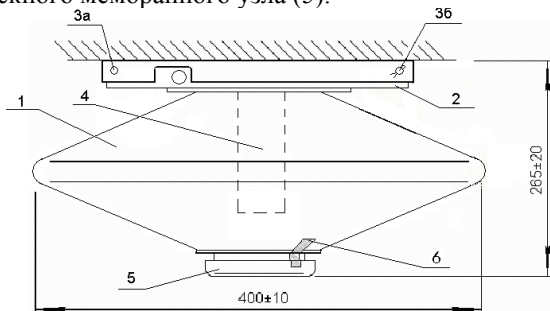

Рис. 1 – Конструкция МПП «Гарант-12»
4.1 Модуль МПП(р)-12-И-ГЭ-УХЛ кат. 3.1 конструктивно состоит из следующих основных элементов (рис. 1)¹:
- корпуса, заполненного огнетушащим порошком типа АВС (1);
- узла крепления (2) к крепёжной площадке с двумя осями (3а и 3б);
- газогенератора (4) с электроактиватором;
- выпускного мембранного узла (5).
³ Модули порошкового пожаротушения «Гарант-12» поставляются с пломбами предприятия-изготовителя. В МПП опломбирован выпускной мембранный узел (поз. 6 рис. 1).